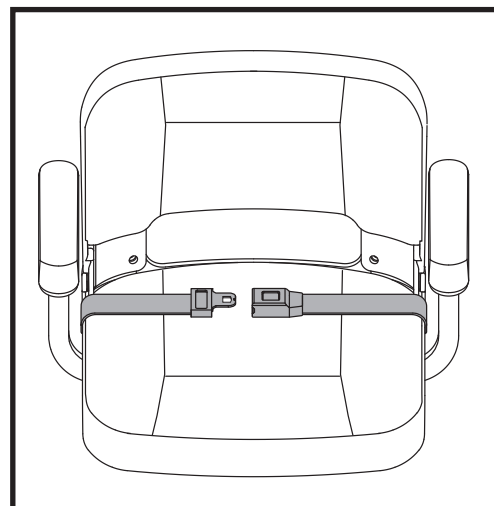

Figure 15. Ceinture de positionnement
1. Insérez l'onglet de la ceinture côté droit dans la boucle de ceinture côté gauche jusqu'à ce que vous entendiez le "clic". **Voir la figure 15.**